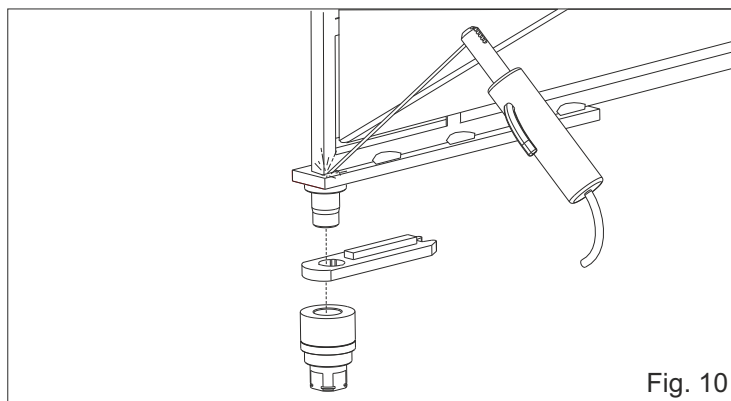

Fig. 10
3.2. Souder soigneusement l'ensemble vantail au vantail du portail faisant un fixage à traites d'environ 3-4 cm sur la surface de contact en évitant la soudure dans l'environnement des trous taraudés, en outre il faut respecter la perpendicularité avec l'axe de rotation (Fig. 10)